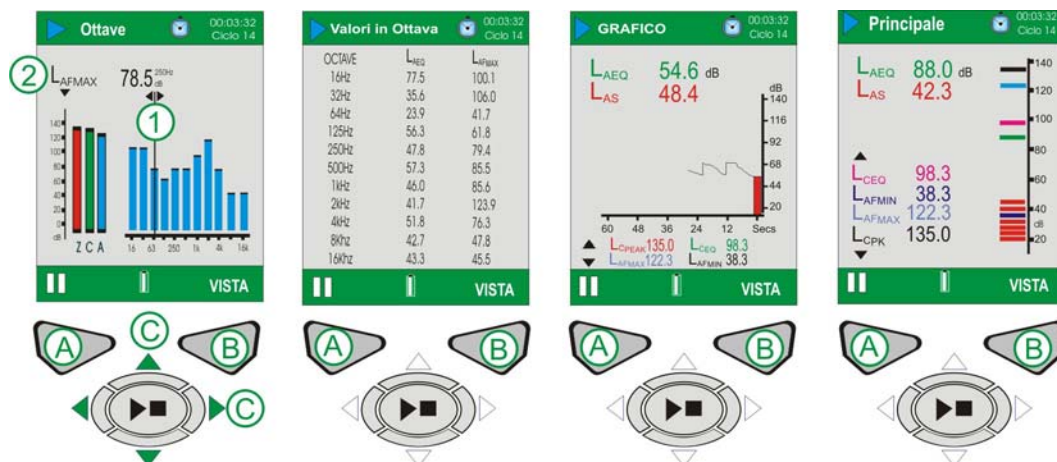

Figura 14 CEL-620B Schermate Ciclo principale
CEL-620B (fare riferimento alla figura 14).
CEL-620B contiene due ulteriori schermate in ottava, come mostrato in figura 14. Utilizzare il tasto Vista (B) per passare attraverso le quattro schermate disponibili. Utilizzare i tasti cursore Sinistro/Destro (C) per spostarsi tra le bande di frequenza (1) quando si è in modalità grafica. Utilizzare i tasti cursore Su/Giù (C) per passare tra i parametri LMAX e LAEQ (2).